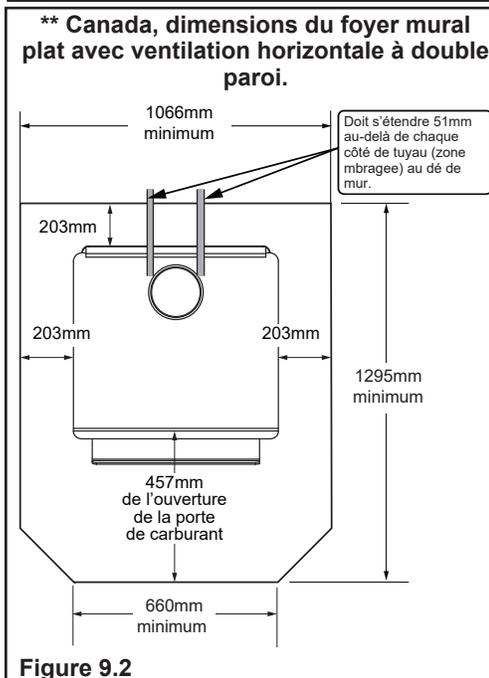

Figure 9.2
**Au Canada,** une protection de sol similaire doit être fournie à 457 mm (18 pouces) à l'avant et à 203 mm (8 pouces) des côtés et de l'arrière de l'appareil, à moins que le foyer ne soit contre le mur (**Figure 9.2**). Ensuite, le dégagement peut être réduit à l'aide d'un tuyau à double paroi et du tableau Dégagement par rapport aux matériaux inflammables indiqué à la page 10.
**\*Exception :** Les protections incombustibles pour le sol doivent s'étendre sous le conduit lorsque l'évacuation est horizontale et se prolonger de 51 mm (2 po) de chaque côté du conduit (**Voir Figure 9.2**).